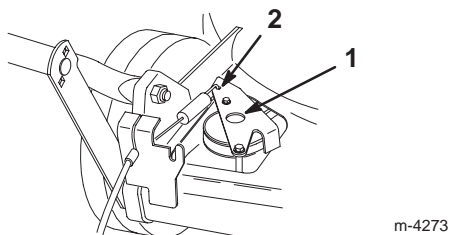

Figure 28
4. Appuyez sur la patte du câble d'autotraction jusqu'à ce qu'elle touche la tondeuse, puis maintenez-la en place (Fig. 28).